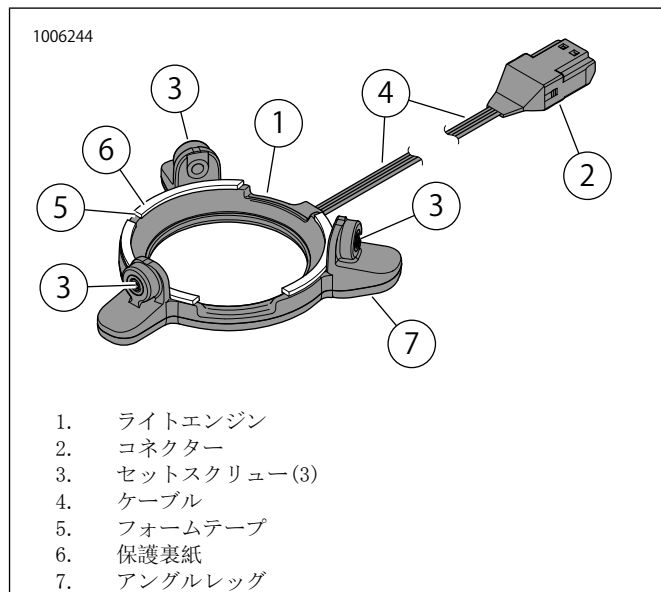

図4。LEDライト、サドルバッグステージIIスピーカー
9. 図4を参照してください。ライトエンジン(1)の裏にあるフォーム(5)テープから保護裏紙(6)をはがします。